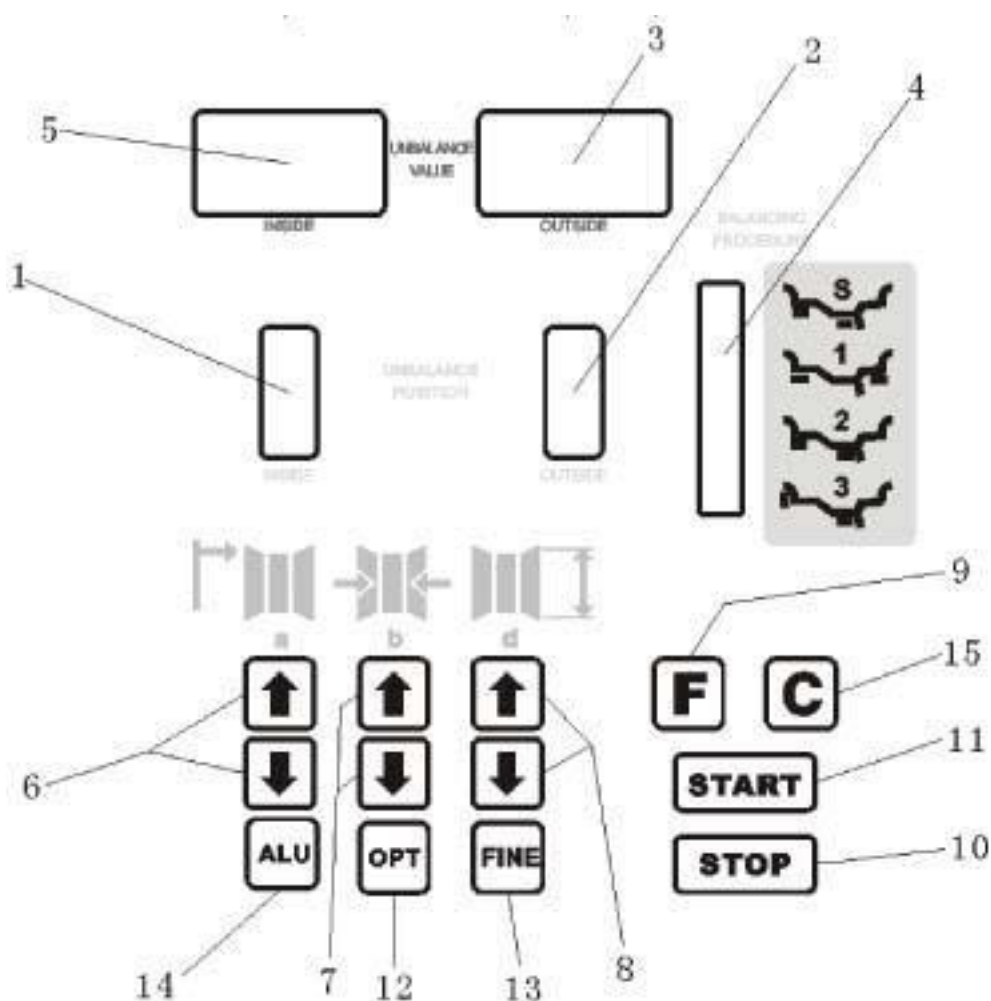

Рис.3
**КНОПКА ОТМЕНЫ:** (13, рис. 3)